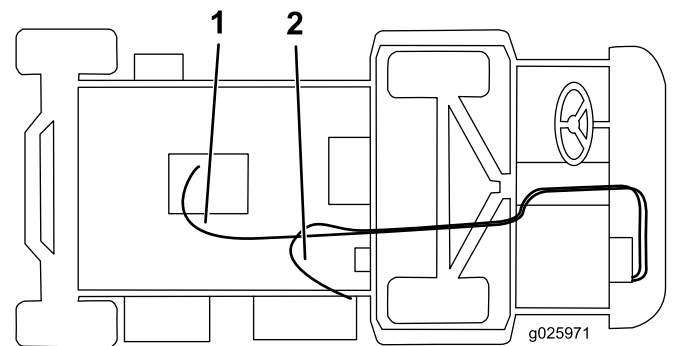

図 9
5. ホースクランプを使ってヒーターバルブに長いホースを接続し、このホースを車体下部からアクスルの上を通し、ストレートフィッティングまで引き込む 図 9。
6. ホースクランプを使って、短いホースを補給口へ接続し、このホースをヒーターブラケットのR-クランプに通し、下ラジエターホースの字フィッティングにクランプで固定する 図 9。